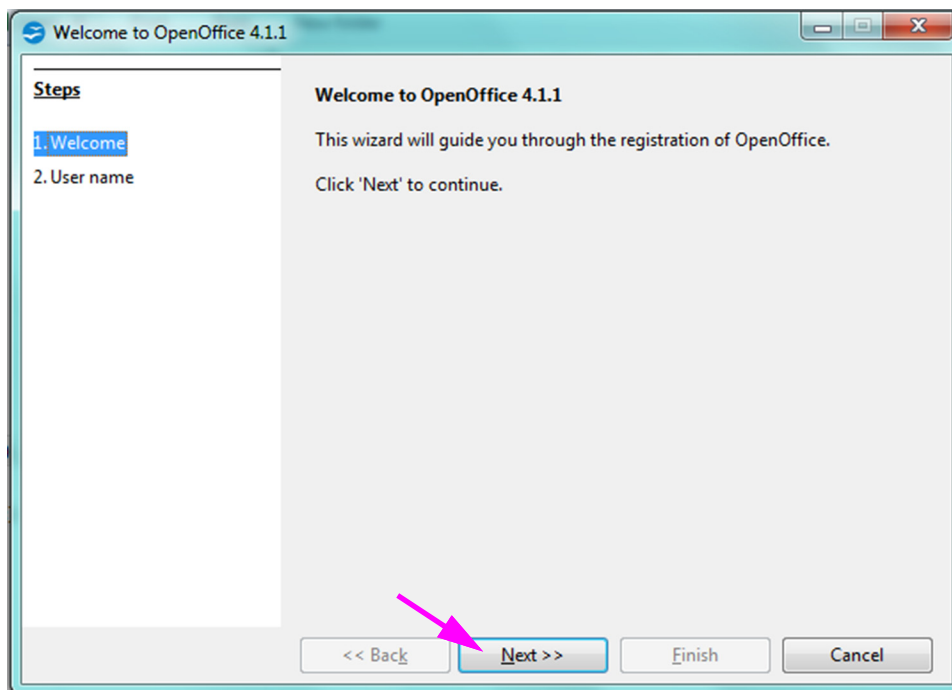

Figura D-2. Schermata di registrazione di AOO
- Al primo avvio di AOO, viene visualizzata una schermata di registrazione. Vedere la Figura D-2.